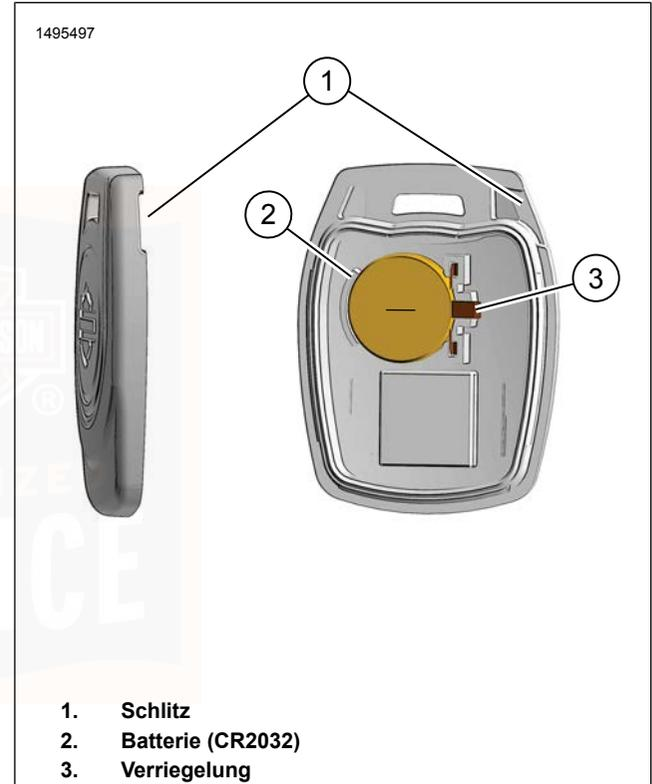

Abbildung 14. Schlüsselanhängerbatterie austauschen
- *Siehe Abbildung 14. Die Seriennummer auf dem Schlüsselanhänger befindet sich auch auf der Innenseite des Schlüsselanhängers.*
1. Siehe Abbildung 14. Zum Öffnen des Schlüsselanhängers den Schlitz (1) mit einem dünnen Gegenstand drehen.
2. Die Batterie (2) herausnehmen und gemäß den örtlichen Bestimmungen entsorgen.